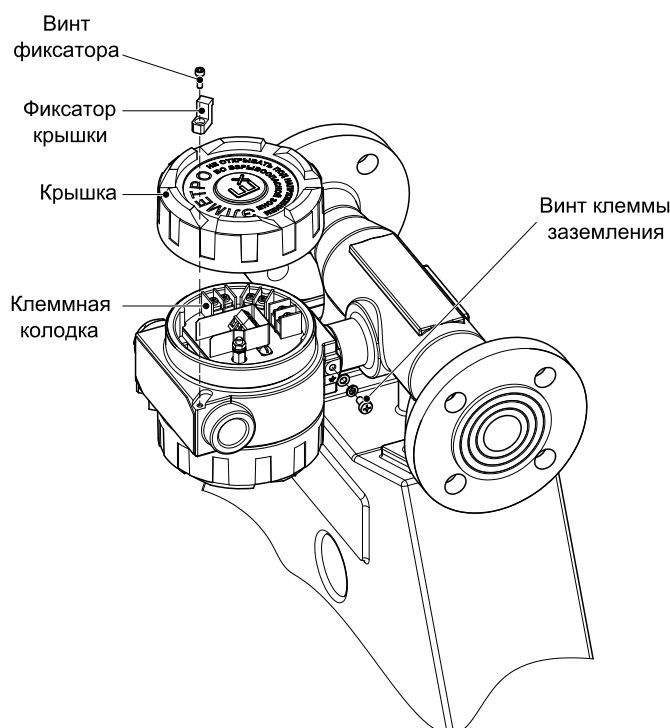
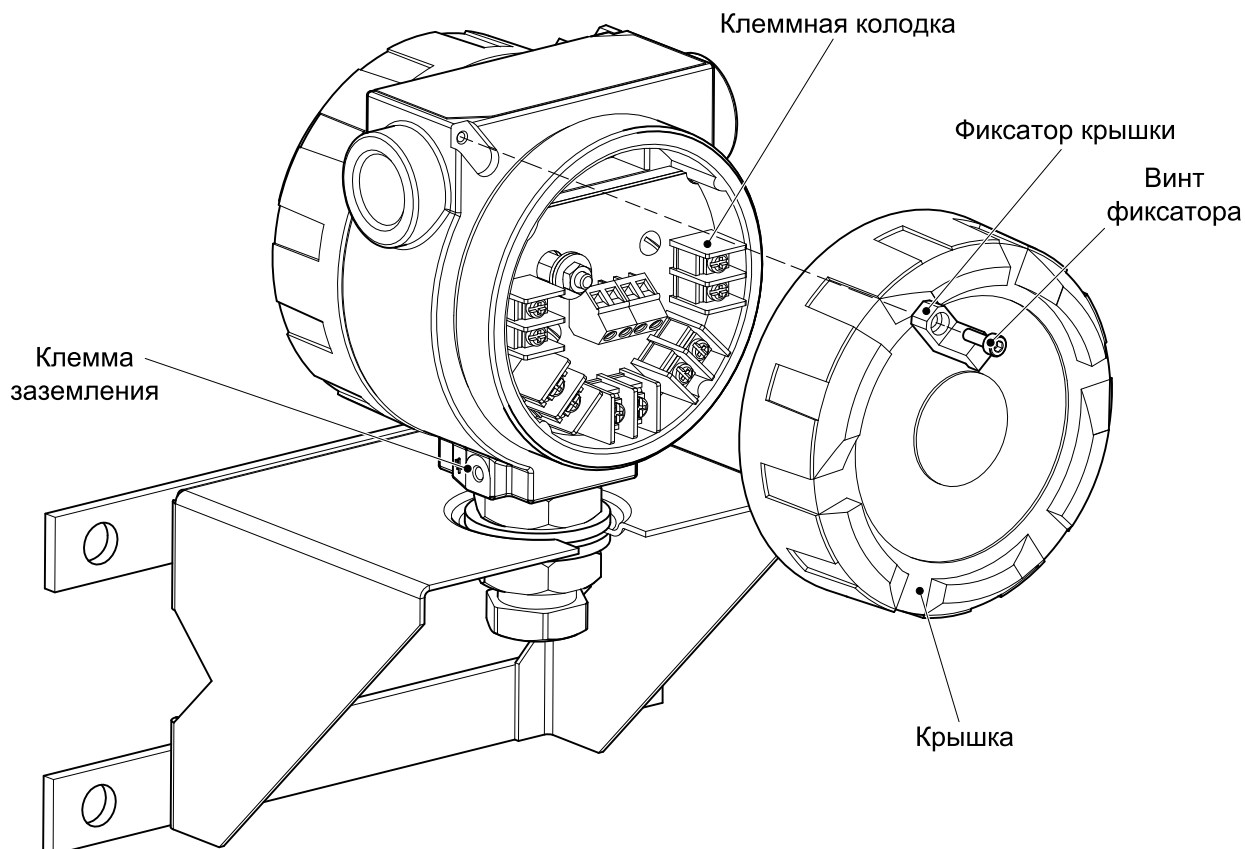

Рисунок 2.5 – Корпус измерительного модуля (исполнения по компоновке I, R) или корпус клеммной коробки¹ (исполнения по компоновке S, RS), размещенный на датчике
Рисунок 2.9 – Корпус измерительного модуля (исполнение по компоновке RS)
- 1) Открутите винт фиксатора крышки и снимите фиксатор (рисунок 2.5);
- 8) Если кабель помещен в кабелепровод, присоедините провод заземления кабелепровода к клемме заземления на корпусе клеммной коробки (рисунок 2.5).
1) Открутите винт фиксатора крышки и снимите фиксатор (рисунок 2.8 для исполнения S; рисунок 2.5 для исполнений I, R; рисунок 2.9 для исполнения RS);
8) Если кабель помещен в металлический кабелепровод, присоедините провод заземления кабелепровода к клемме заземления на корпусе ИМ (рисунок 2.8 для исполнения S, рисунок 2.9 для исполнения RS).
14) Если кабель помещен в металлический кабелепровод, присоедините провод заземления кабелепровода к клемме заземления на корпусе ИМ (для исполнения RS – рисунок 2.9, для исполнения R – рисунок 2.5).
15) Поставьте на место крышку измерительного модуля и заверните до сжатия уплотнительного кольца (рисунок 2.8 для исполнения S; рисунок 2.5 для исполнений I, R; рисунок 2.9 для исполнения RS);